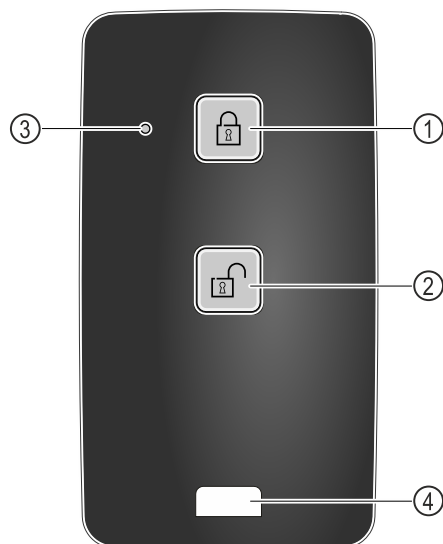

Fig. 249
- (1) Luku lukustamine
- (2) Luku lahtilukustamine
- (3) Oleku-LED
- (4) Kinnitusaas
- ▶ Vajutage kaugjuhtimispuuldil klahvi Fig. 249 (1).
- ▶ Vajutage kaugjuhtimispuuldil klahvi Fig. 249 (2).
- ▶ Oleku-LED Fig. 249 (3) annab klahvivajutuse korral visuaalse tagasiside.
- ▶ Aas Fig. 249 (4) kaugjuhtimispuuldi kinnitamiseks, näiteks võtmekimbu külge.